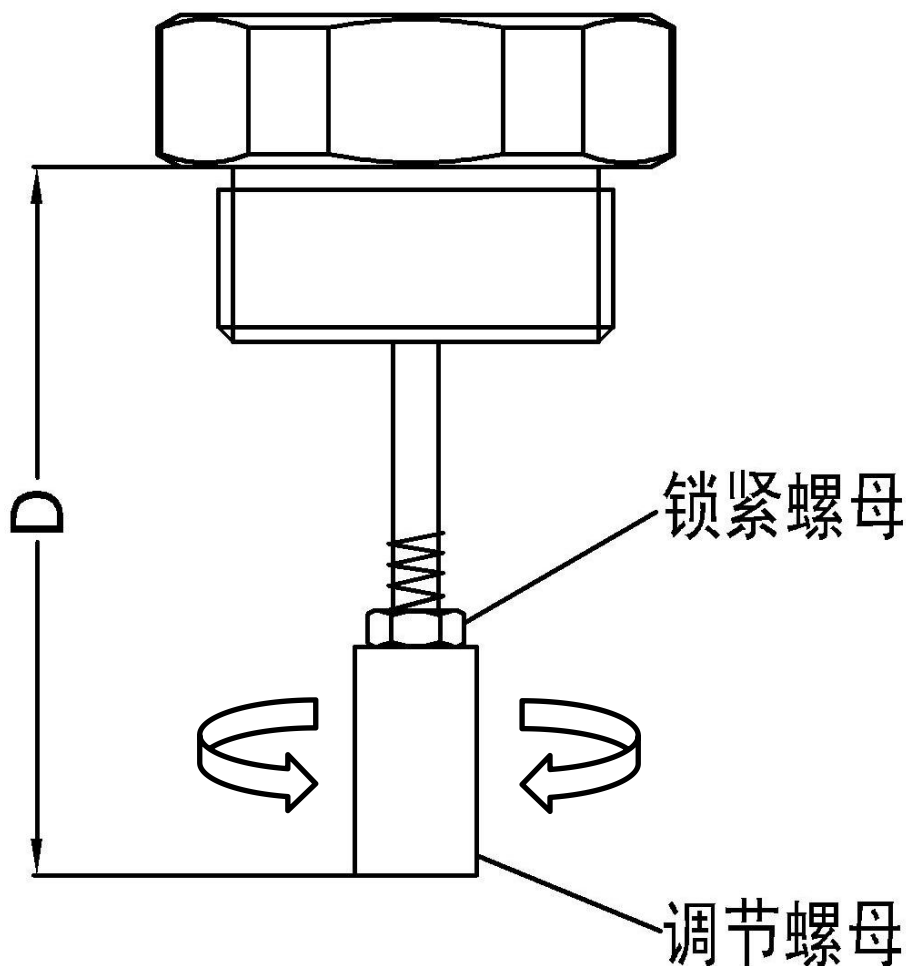

图 6. 位移传感器调节和测量
3. 调节位移传感器的调节螺母,然后在位移传感器完全松开状态下用深度尺测量 D 值 (图 6 中标注所示)。计算压缩量 $L1 = D - C1$, $L2 = D - C2$ 。建议尽可能使 L1 和 L2 的值在表 1 所示的参考范围内。如果 L1 或 L2 的值无法满足在表 1 所示的参考范围内,则可根据实际情况调节 D 值。